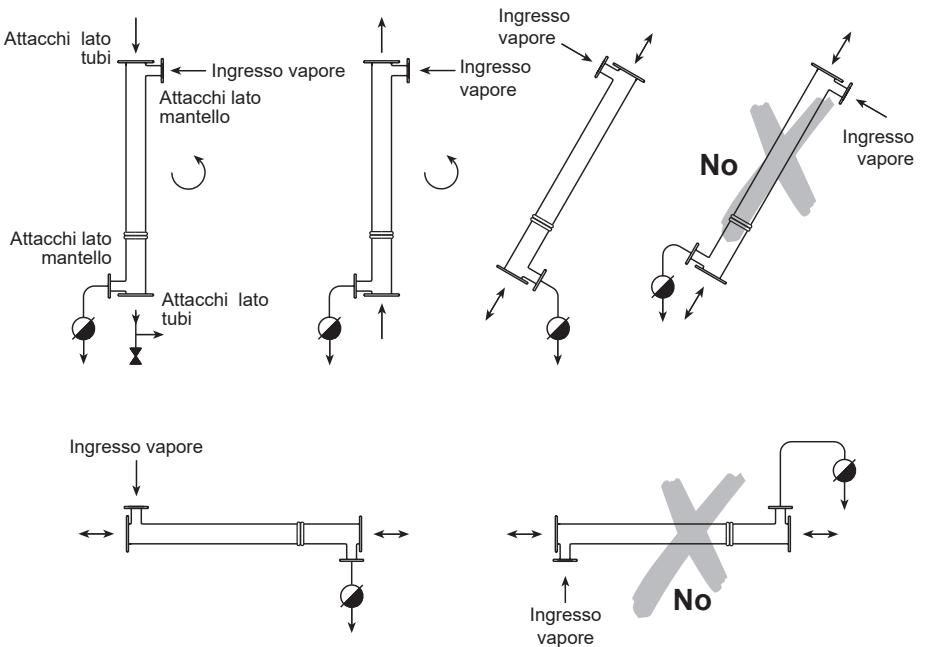

Fig. 4 - Posizionamento quando nel lato mantello vi sia vapore condensante
4.4 Per le caratteristiche costruttive scelte, gli scambiatori di questa serie possono essere installati pressochè in ogni posizione e con ogni direzione del flusso secondario. Tuttavia, per ottenere le massime prestazioni, è consigliabile un flusso in controcorrente. Per ridurre al minimo lo spazio necessario, il sistema deve essere posizionato verticalmente. L'installazione verticale del fascio tubiero con flusso discendente nei tubi rende difficile il deposito di impurità al loro interno facilitando l'espulsione di sporcizia e detriti. Questo fa da efficiente trappola per impurità e sedimenti incrostanti. Nelle figure 4 e 5 sono indicati tutti i possibili posizionamenti.